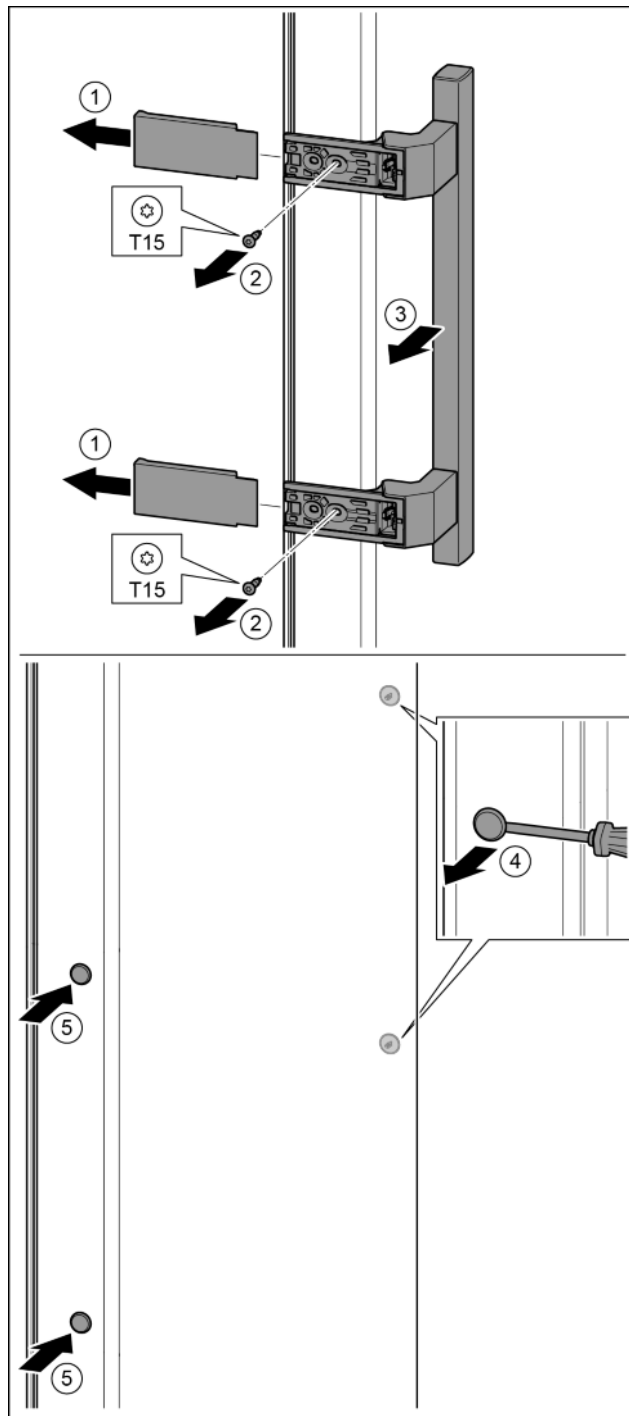

Fig. 19
- ▶ Zdjąć osłonę. Fig. 19 (1)
- ▶ Śruby wykręcić przy pomocy śrubokręta T15. Fig. 19 (2)
- ▶ Zdjąć uchwyt. Fig. 19 (3)
- ▶ Boczną zatyczkę ostrożnie podważyć przy pomocy śrubokręta i wyjąć. Fig. 19 (4)
- ▶ Zatyczkę założyć ponownie z drugiej strony. Fig. 19 (5)